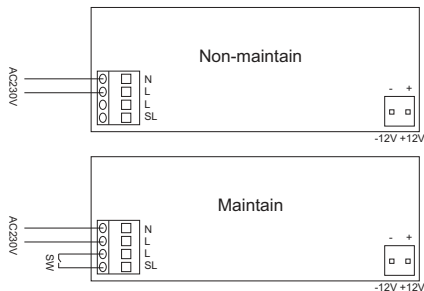

Рисунок 5
4.10 Подключение светильника ДПА 5040-1(3), ДПА 5045-1(2) к питающей сети 230 В производить к контактам клеммной колодки, расположенной на плате управления, согласно маркировке: (L) фазный проводник, (N) нейтральный проводник сети, проводник +12VDC (УДТУ), проводник -12VDC (УДТУ) (рисунок 5).